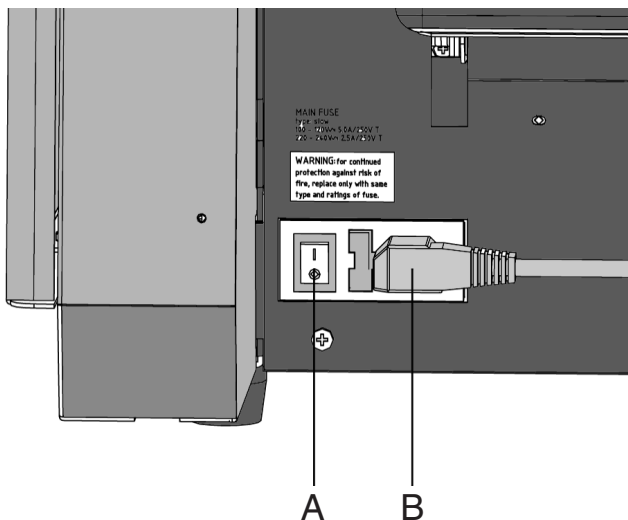

Abb. 8
**Warnung!** Schließen Sie die FPi 3030 über das Netzkabel B (Abb. 8) nur an eine geerdete Schutzkontaktsteckdose 230 V Wechselspannung an.